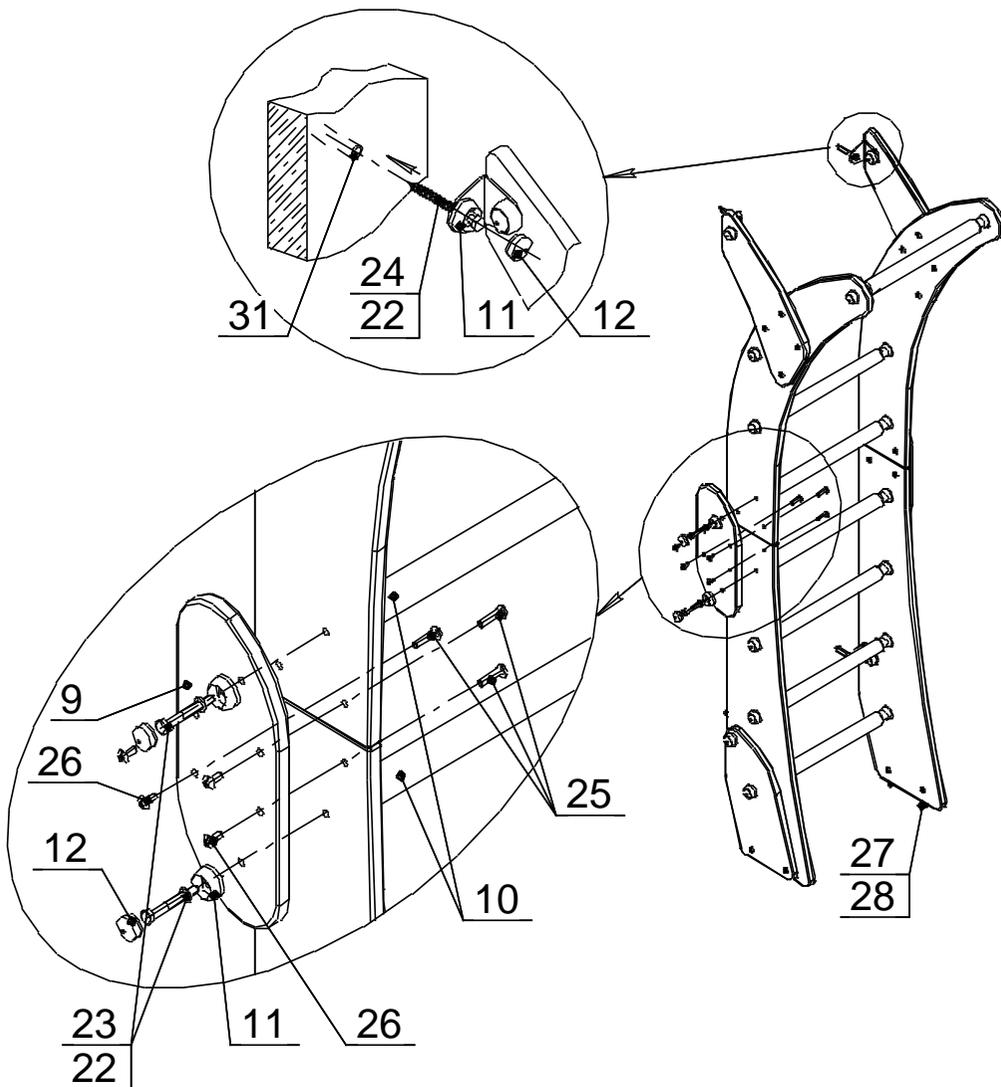

Рис. 4.
10.5.3 Соединить верхнюю и нижнюю полуплестницы между собой и закрепить КОМПЛЕКС к стене (Рис. 4).